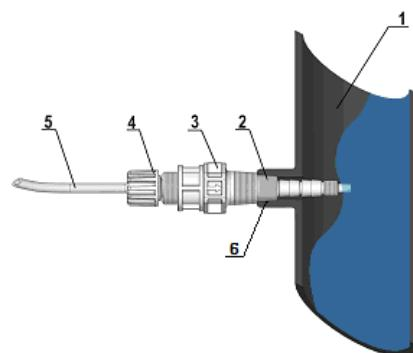

Fig. 7 - Montagem da Conexão
Tanto no tubo de ida quanto no de aspiração, evitar curvas excessivas a fim de evitar estrangulamentos no tubo. Aplicar na conduta do sistema a ser tratado, no ponto mais adequado para fazer a injeção do produto a ser dosado, uma conexão de 3/8" ou 1/2" para gás fêmea. Essa conexão é excluída do fornecimento. Aparafusar a válvula de injeção na "conexão guarnição" utilizando fita de PTFE, ver a Fig. 7. Conectar o tubo à conexão cônica da válvula de injeção e bloqueá-lo com a respetiva virola (4). A válvula de injeção também é válvula de não retorno.